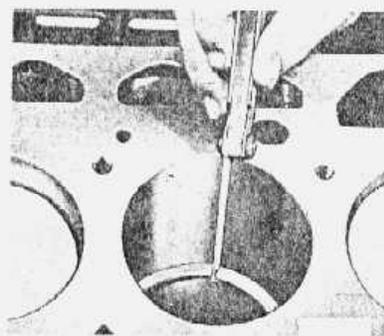

fig. 24 — folga entre as extremidades dos anéis
5. Medir a folga entre as extremidades do anel com um calibrador de lâminas (fig. 24). Se a folga for maior ou menor que o limite especificado, experimentar outro jogo de anéis.